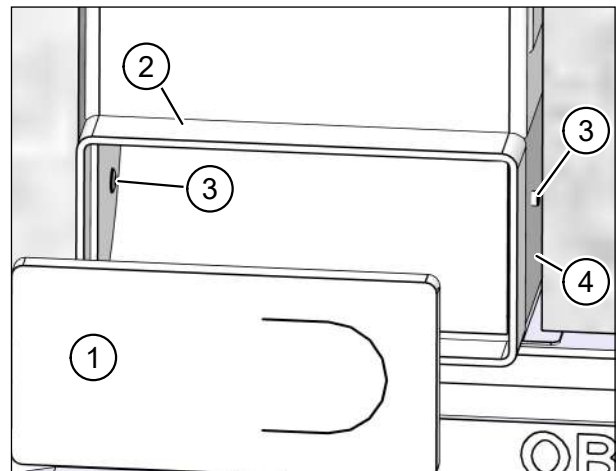

Abb. 31: 90°-Winkel an Fixierplatte nieten
- ▶ Entfernen Sie den Putzschutzdeckel für den 90°-Winkel (Pos. 1 in Abb. 31).
- ▶ Befestigen Sie mit der Blindnietzange den 90°-Winkel (Pos. 2 in Abb. 31) mit zwei Blindnieten (Pos. 3 in Abb. 31) an der Fixierplatte (Pos. 4 in Abb. 31).
- ▶ Setzen Sie den Putzschutzdeckel (Pos. 1 in Abb. 31) wieder in den 90°-Winkel (Pos. 2 in Abb. 31) ein.